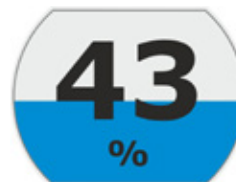

Abb. 3: Standby-Anzeige „Position+Füllung“
- ‚Position+Füllung‘ (Abb. 3):